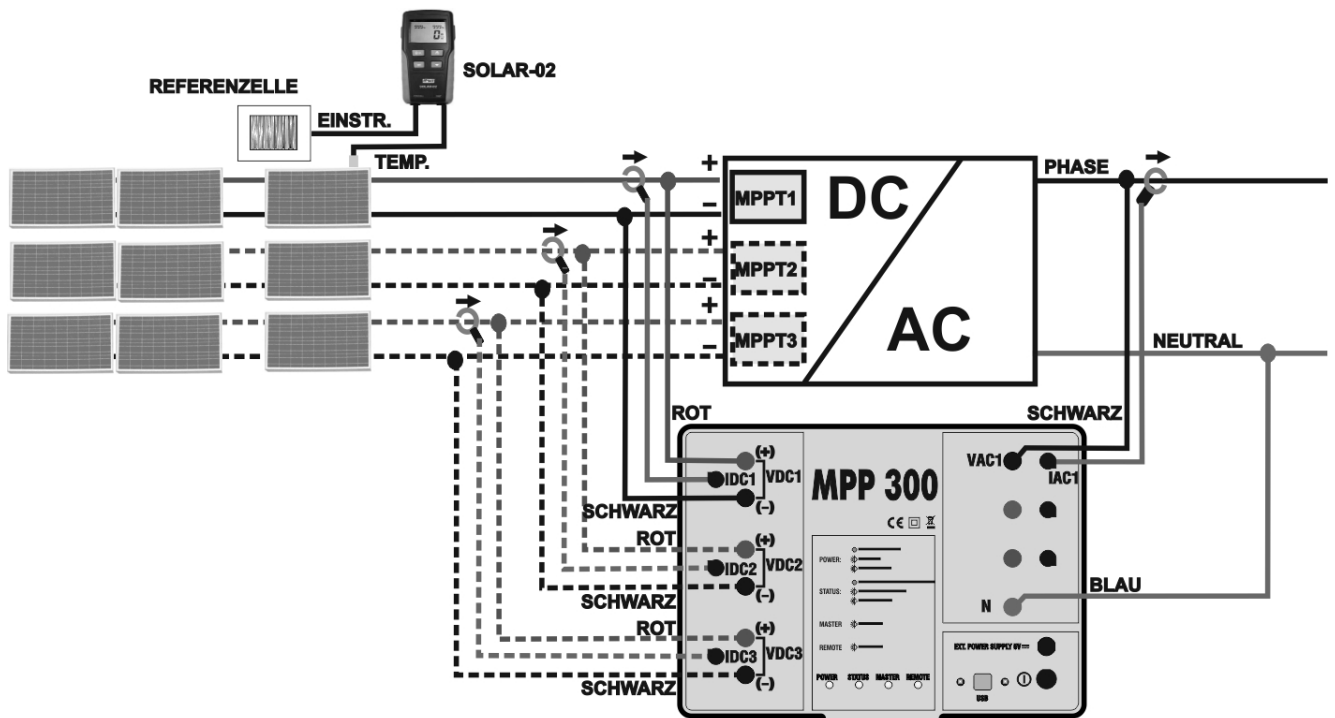
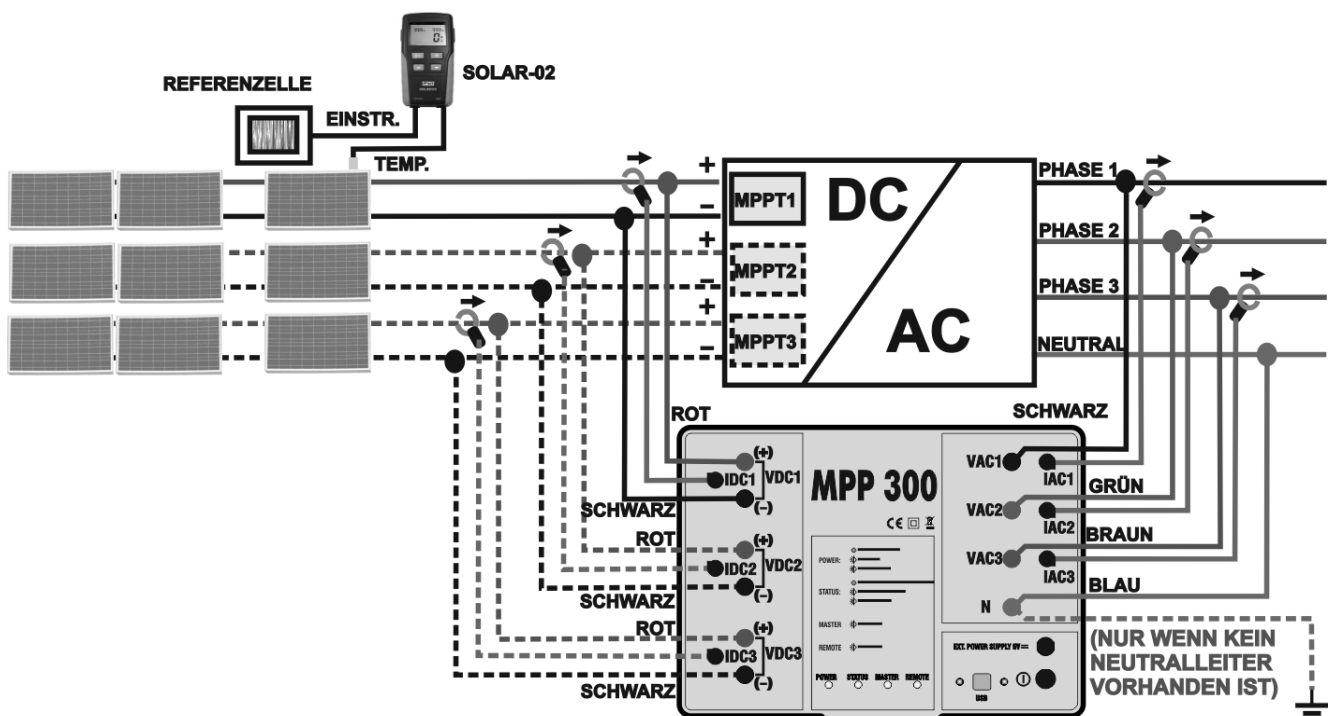

Abb. 5: Anschluss des MPP300 zur Prüfung von PV Anlagen mit 1 Phasen AC
Abb. 6: Anschluss des MPP300 zur Prüfung von PV Anlagen mit 3 Phasen AC
7. Schließen Sie den **VDC1(+)** und **VDC1(-)** Eingang des **MPP300** an die Ausgänge des PV-Strings die am MPPT1 angeschlossen sind mit an und beachten dabei die Polungen und Kabeladernfarben der Abbildungen Abb. 5 oder 6.
10. Schließen Sie die DC Strommesszange am Pluspol des Strings **unter BeVORSICHT der Pfeilrichtung** an (siehe Abb. 5 oder 6). Bringen Sie die DC Stromzangebacken so weit wie möglich vom Wechselrichter vom Minuspol des PV Strings entfernt an.
12. Schließen Sie den **VAC1** und den **N** Eingang des **MPP300** richtig an die entsprechenden Ausgänge des Wechselrichters an und beachten dabei die Kabeladernfarben der Abbildungen 5 oder Abb. 6. Bei Dreiphasensystemen ohne Nullleiter verbinden Sie den **N** Eingang mit der Schutzerdung.
14. Schließen Sie die AC Strommesszange des ersten MPPT am Phasenleiter L1 **unter BeVORSICHT der Pfeilrichtung** an der Stromzange an (siehe Abb. 5 oder Abb. 6). Bringen Sie die AC Stromzange so weit wie möglich vom Wechselrichter und vom Null-Leiter entfernt an. Verbinden Sie den Ausgang **IAC1** der Stromzange mit dem Eingang des MPP300.